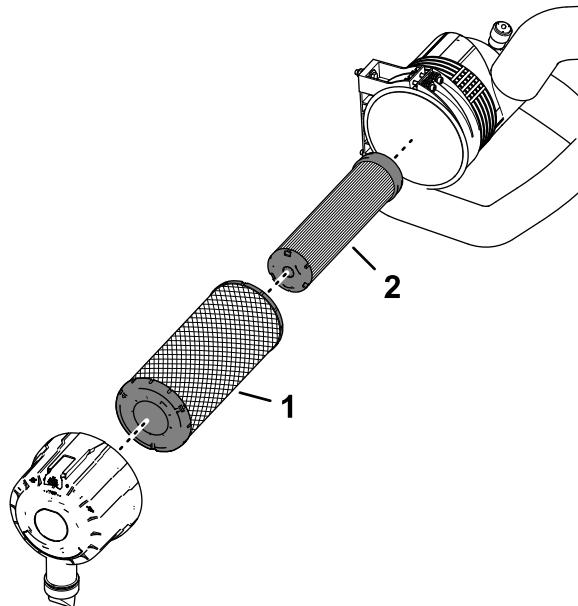

Figure 65
- Contrôlez l'élément de sécurité du filtre (Figure 65). Remplacez-le s'il est encrassé.
**Important:** N'essayez jamais de nettoyer l'élément de sécurité (Figure 65). Remplacez-le une fois sur trois, quand vous effectuez l'entretien du préfiltre.